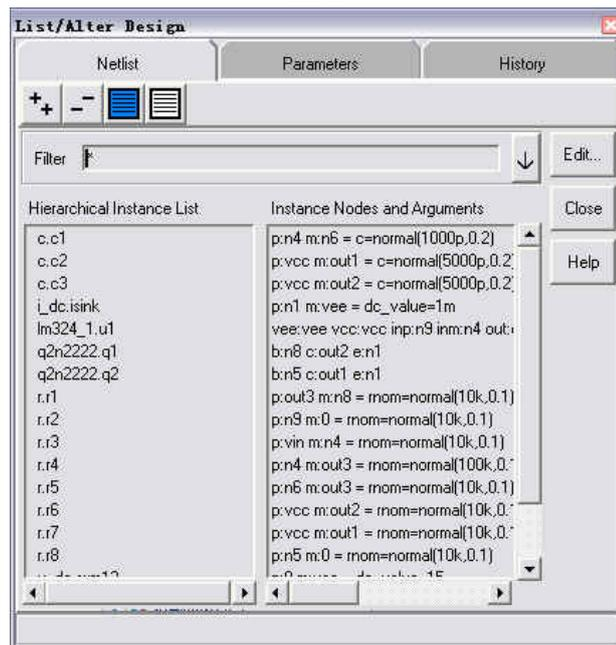

图 2-7 Netlist 面板内容
- ▲ Netlist: 如图 2-7 所示，面板中列出了设计中的元件及其相应的连接的节点和自变量，可以用 Filter 来约束 Hierarchical Instance List 中陈列出的元件。例如：如果在 Filter 处键入 r.*，表格将只显示设计中的电阻元件。除列出元件外，也可以改变元件参数，选择元件，点击 Edit 按钮，该操作显示 Alter Components 对话框，在 Value 处键入新的参数值，点击 Apply 或 OK 按钮使改变生效。